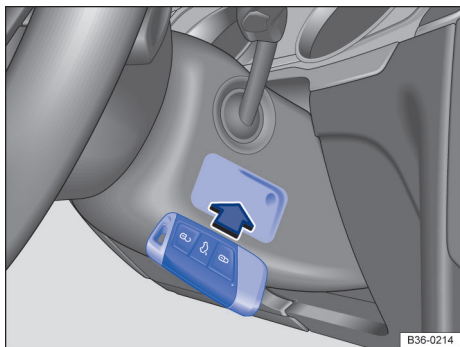

Fig. 129 À direita na coluna de direção: função de partida de emergência em veículos com sistema de travamento e de partida Keyless Access sem chave.
- Manter a chave do veículo diretamente após pressionar o botão de partida à direita da coluna de direção → Fig. 129.